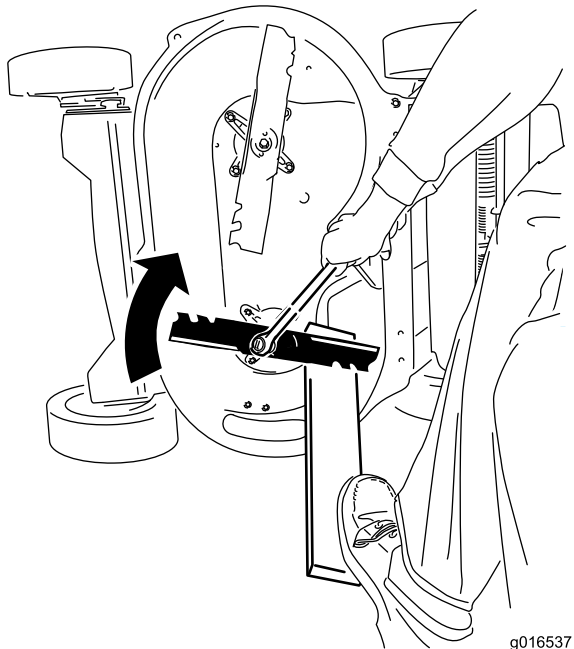

Figura 45
- Apoye cada cuchilla en un trozo de madera, y gire el perno de la cuchilla en el sentido de las agujas del reloj con una llave dinamométrica, según se muestra en Figura 45; apriete el perno de la cuchilla a 60 pies-libra (82 Nm).